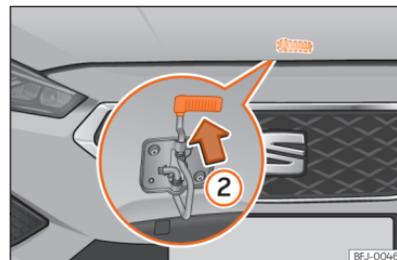

Abb. 234 Hebel unter der Motorraumklappe.
- Zum Anheben der Motorraumklappe drücken Sie den Hebel unterhalb der Motorhaube nach oben >>> **[Abb. 234] ②**. Dabei wird der Fanghaken entriegelt.